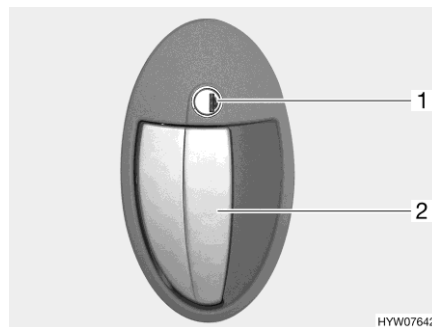

Fig. 16 Serrure de la porte (porte cellule à l'extérieur)
- Insérer la clé dans le barillet (Fig. 16,1) et la tourner dans le sens des aiguilles d'une montre jusqu'à ce que la serrure de la porte soit déverrouillée.
- Tirer sur la poignée de la porte (Fig. 16,2). La porte est ouverte.
- Insérer la clé dans le barillet (Fig. 16,1) et la tourner dans le sens inverse des aiguilles d'une montre jusqu'à ce que la serrure de la porte soit verrouillée.